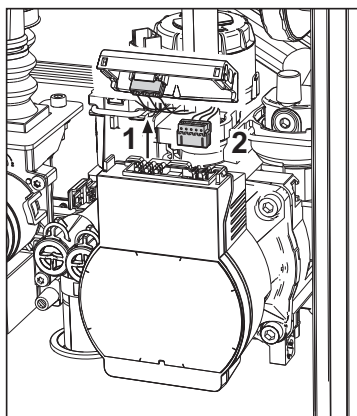

fig. 37
- Desconecte la corriente del circulador abriendo las conexiones y levantando el elemento "1" de la fig. 37.